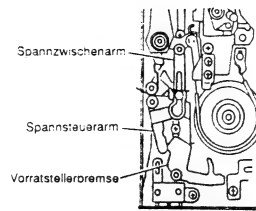

Abb. 2-49
- 2) Eine (1) Scheibe entfernen, mit der den Spannzwichenarm befestigt ist.
- 3) Eine (1) Scheibe entfernen, mit der den Spannsteuerarm befestigt ist.
- Hinweis: Die Abb. 2-49 beachten, wenn der Spannzwichenarm und der Spannsteuerarm wieder eingebaut werden.